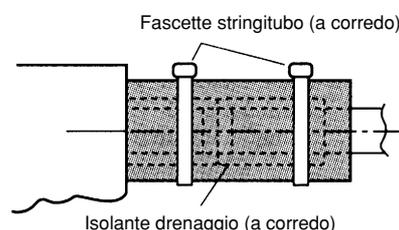

Fig. 3-38
- (2) Avvolgere attorno al tubo la guarnizione e l'isolamento forniti a corredo. Assicurare l'isolamento utilizzando le fascette di plastica a corredo. (Fig. 3-38)